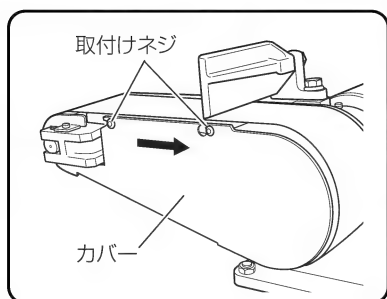

図 8
(1) 付属の六角棒スパナ (3 mm) で取付けネジをゆるめ、カバーを矢印の方へ移動させて取りはずします。(図 8)